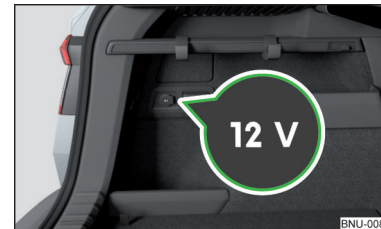

Abb. 127 Abdeckung der 12-Volt-Steckdose
- Zum **Gebrauch** die Abdeckung der Steckdose öffnen » Abb. 127 und den Stecker des elektrischen Verbrauchers in die Steckdose stecken.